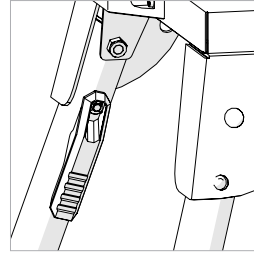
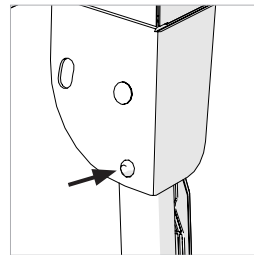

Fig. 1
Fig. 2
- Apriete la palanca de bloqueo/desbloqueo (**Fig.1**) hacia la pata para liberarla de la posición de almacenamiento.
- Repítalo hasta que se hayan desplegado las cuatro (4) patas.
- Asegúrese de que las cuatro (4) patas están bloqueadas en su posición de servicio. Los ganchos de cerrojo de la bisagra deben estar completamente insertados en las ranuras mecanizadas incorporadas en los soportes angulares de la mesa. (**Fig.2**)